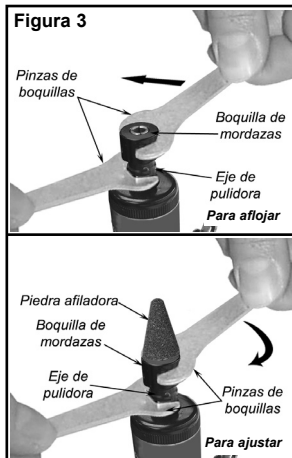

Figura 3
- Afloje la boquilla de mordazas con las pinzas de boquillas (incluidas con la herramienta) colocando una pinza en las partes planas del eje de la pulidora para evitar que gire. Coloque la otra pinza de boquillas en las partes planas de la boquilla de mordazas y gire en el sentido contrario a las agujas del reloj para aflojarla (ver figura 3).
partes planas de la boquilla de mordazas y gire en el sentido contrario a las agujas del reloj para aflojar (ver figura 3). Quite la boquilla de mordazas de la herramienta.